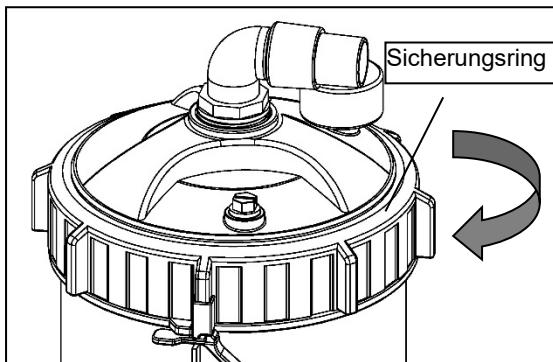

Abbildung 3 - Filterabdeckung
Bei Einlagerung des Filters im Winter sollte dieser an einem beheizten Ort aufbewahrt werden, um Frostschäden zu vermeiden. Zuvor muss der Filter vollständig vom Wasser entleert werden. Entfernen und reinigen Sie die Filterpatrone, lassen Sie sie trocknen und lagern Sie sie im Winter separat an einem trockenen Ort. Ziehen Sie den Spannring (Abbildung 3) nicht komplett an, wenn Sie das Gerät für den Winter einlagern, und bewahren Sie das Reinigungssystem an einem beheizten Ort auf, um Frostschäden zu vermeiden.
1. Stellen Sie sicher, dass der Spannring der Filterabdeckung (Abbildung 3 - Spannring) gespannt ist (das Anziehen per Hand ist ausreichend).